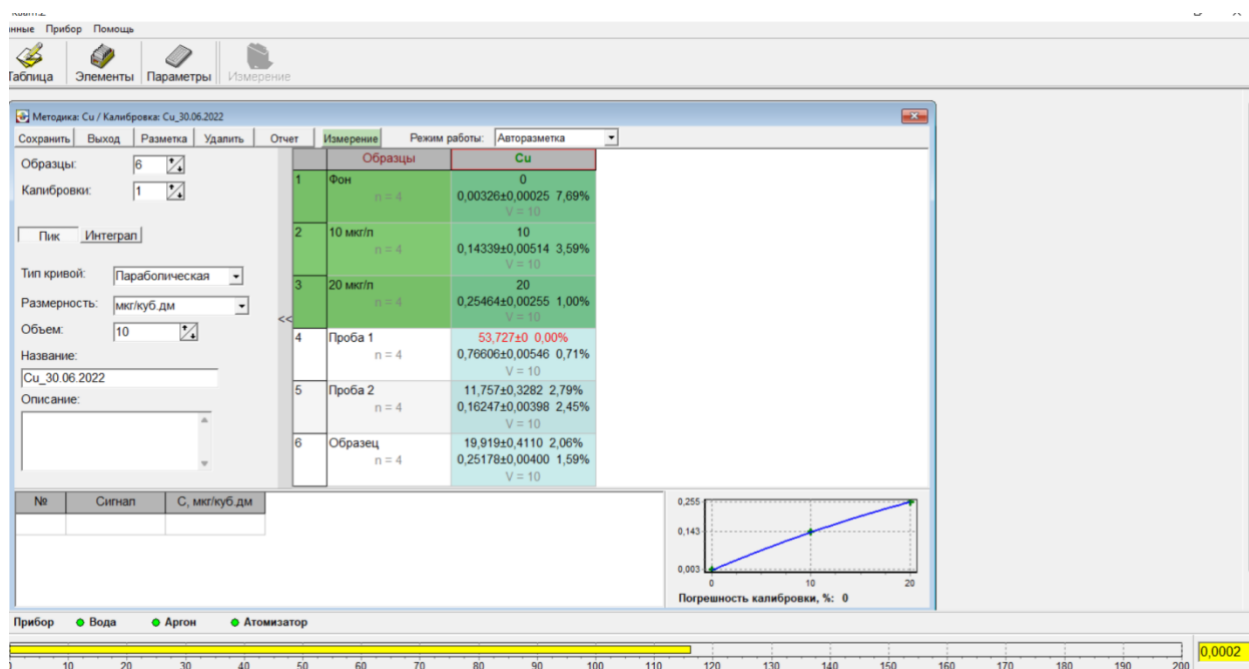

Рис. 40П – Сохранение калибровки
3.7.23 Для сохранения созданной калибровки щелкните левой кнопкой мыши по символу определяемого элемента, затем щелкните левой кнопкой по символу >> в левой части окна. В левой части окна откроются параметры калибровки (Рис. 40П).